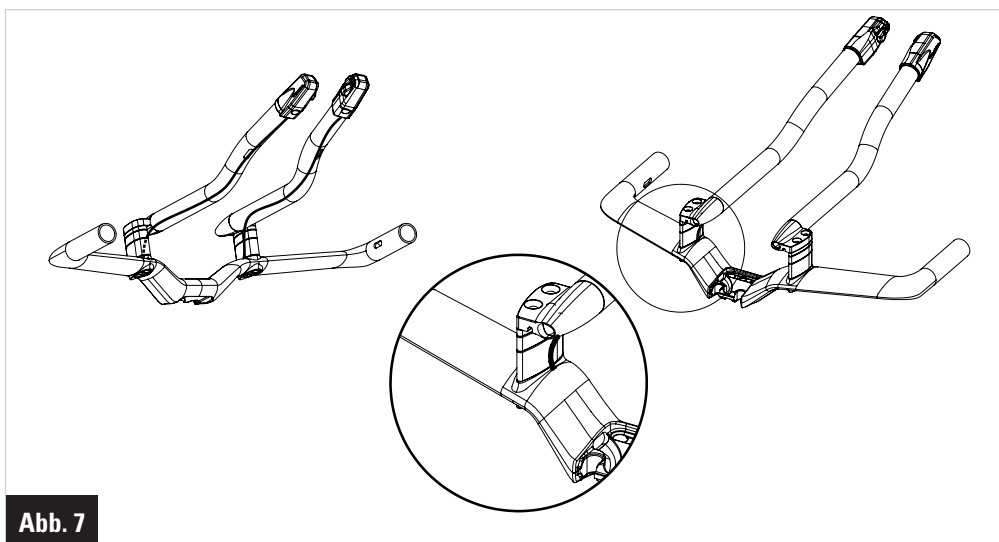

Abb. 7
- 3- Die beiden Schaltaußenhüllen von der Abdeckung auf dem waagrechten Rohr kommend jeweils in die Verlängerung einziehen. Durch die länglichen Öffnungen unten an den Verlängerungen wieder herausführen und Verkabelung abschließen (Abb. 7).